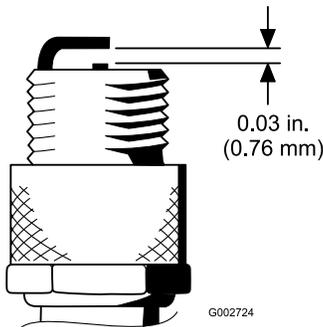

図 29
4. エアギャップを 0.76mm に調整する 図 29を参照。正しく調整された点火プラグをガスケットシールと共にエンジンに取り付け、23N・m 2.3kg・m = 200in-lbにトルク締めする。トルクレンチがない場合は十分に締め付ける。